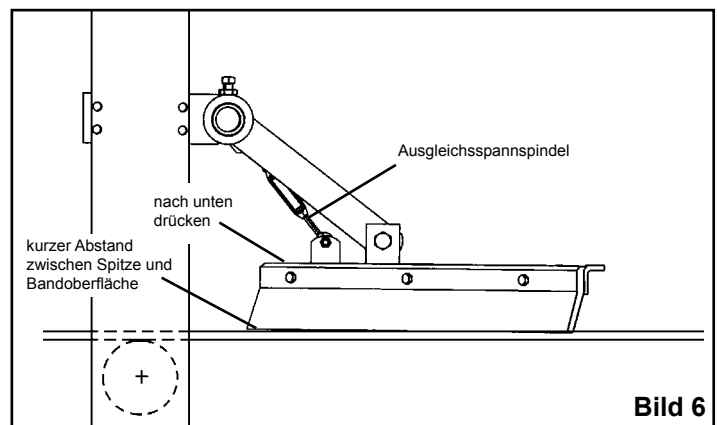

Bild 6
**6. Stellen Sie den V-Pflugabstreifer auf die richtige Position ein.** Drücken Sie die Spitze des V-Pflugabstreifers nach unten und stellen Sie die Ausgleichsspannspindel so ein, dass diese nur sehr leichten Druck ausübt (Bild 6).